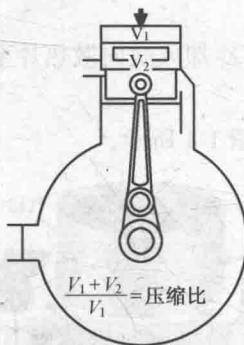

图 1-7 压缩比
(9)压缩比。如图 1-7 所示,气缸最大容积(燃烧室容积 V_1 + 工作容积 V_2)与燃烧室容积 V_1 的比值,亦称几何压缩比。